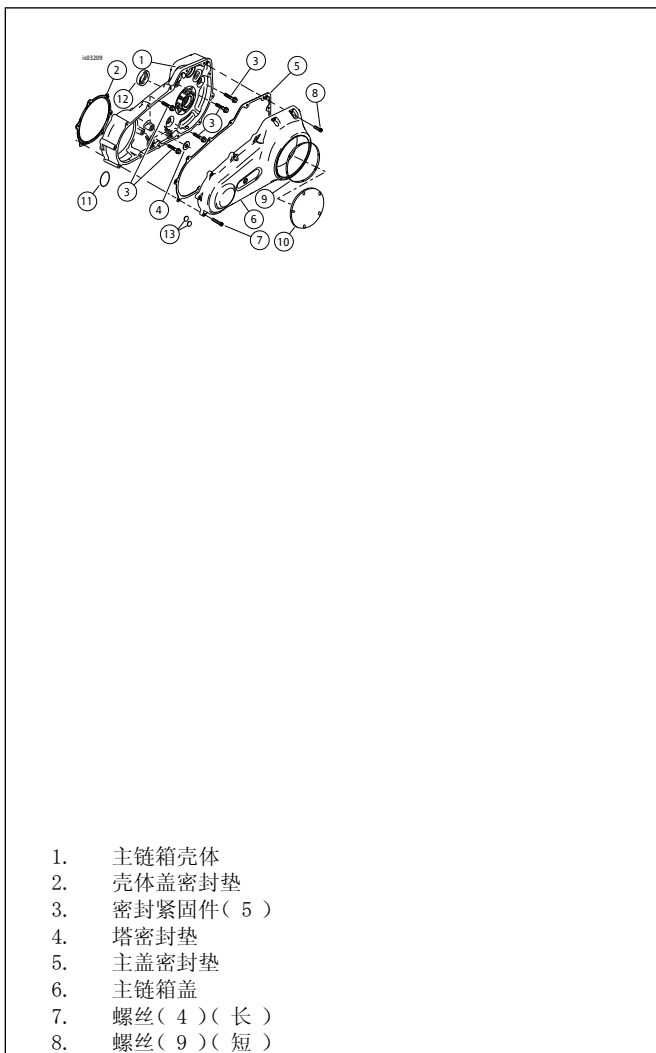

图2。主链箱盖盖和壳体部件
7. 参见图2。拆下主链箱盖( 6 )和主链箱壳体( 1 )。参阅维修手册了解拆卸程序。
15. 参见图2。使用套件中的密封垫和O形环, 安装主链箱壳体( 1 )和链箱盖( 6 )。参阅维修手册了解安装程序。